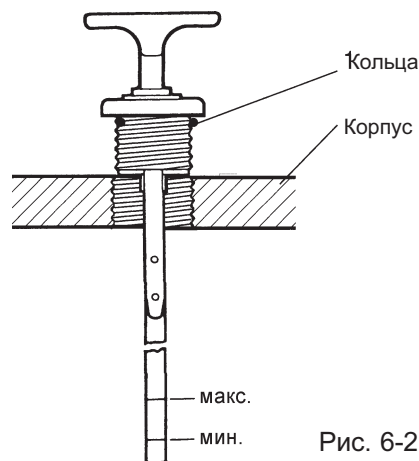

Рис. 6-2
3. Остановите двигатель и еще раз проверьте уровень масла в редукторе. При необходимости долейте или слейте масло. Уровень масла должен находиться между максимальной и минимальной отметками на щупе (см. рис. 6-2, п. 1)